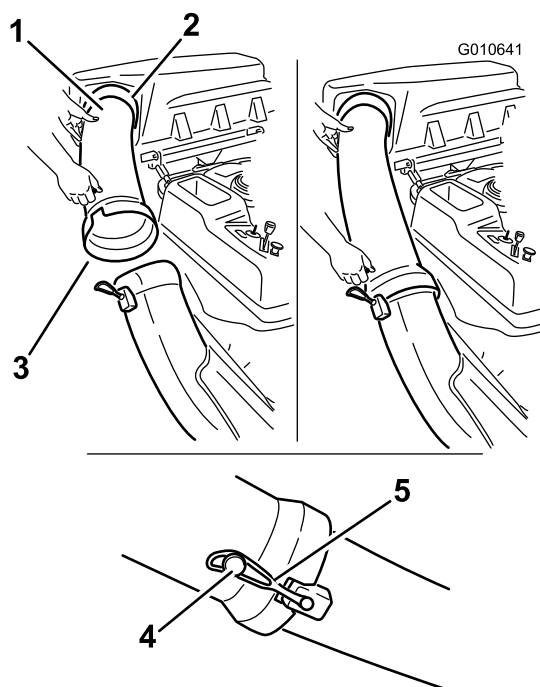

Figura 24
1. Inserite l'estremità curva del tubo di scarico nell'apertura prevista nel coperchio del sistema di raccolta (Figura 24).
2. Fate passare l'estremità svasata del tubo di scarico sopra l'estremità del camino di scarico. Portate il cinghiolo di gomma del camino sopra il grano del tubo di scarico per ancorarlo con sicurezza (Figura 24).